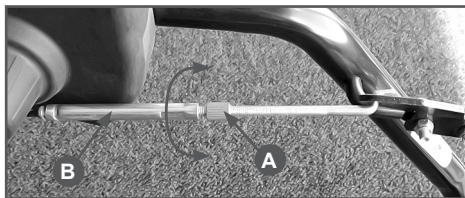

Рис.24 Регулировка троса привода хода
Для регулировки троса привода хода необходимо ослабить контргайку (A) Рис.24 и вращая поводок (B) по часовой или против часовой стрелки установить необходимую длину троса. Затем затянуть контргайку (A).